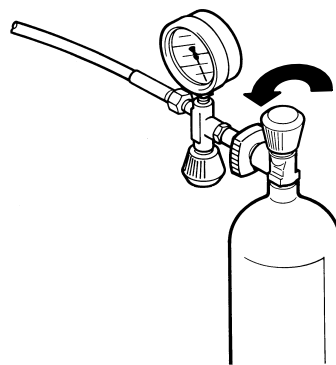

Fig. 7 Conexión de una botella de aire
- Conecte la botella de aire a la válvula de llenado (ver la Fig. 7).